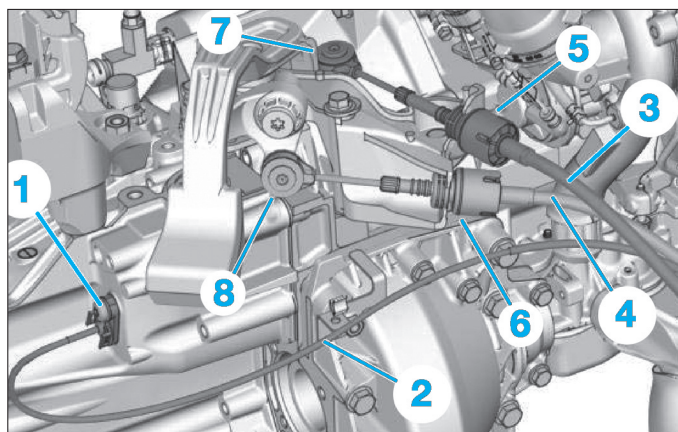

Fig. 6
- Déposer la vis (1) du câble de verrouillage/déverrouillage de la marche arrière (2) (Fig.6).
- Désaccoupler le câble de commande de passage de vitesses (3) et le câble de commande de sélection de vitesses (4) ; pour cela :
- positionner les bagues (5) et (6) en position ouverte,
- sortir les câbles (3) et (4) du support de commande de vitesse,
- dégrafer les rotules (7) et (8).